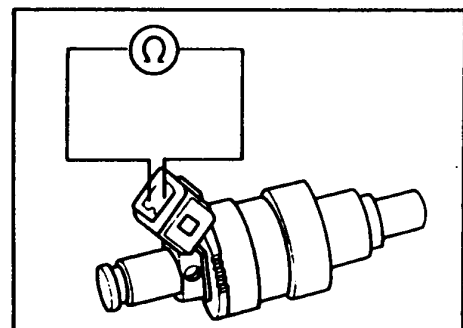

Рис. 23 Проверка сопротивления обмотки клапана форсунки
- Отсоедините разъем проверяемой форсунки и измерьте сопротивление между клеммами (рис. 23) обмотки клапана.